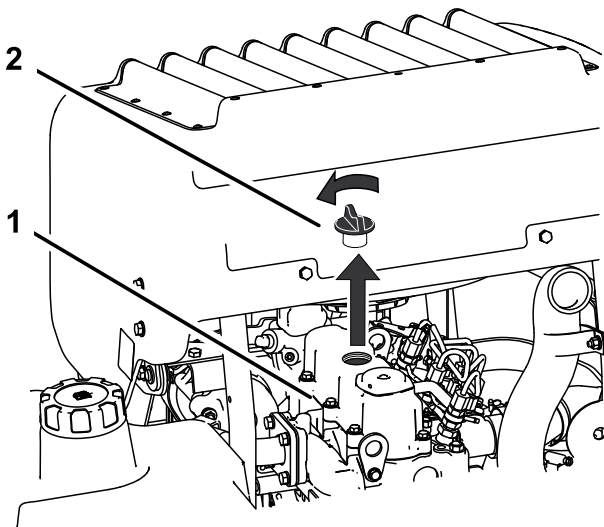

Figura 41
6. Togliete il tappo di riempimento dell'olio da sopra il motore (Figura 41), per agevolare la fuoriuscita dell'olio.
2. Togliete il tappo dell'olio e l'asta di livello (Figura 41).